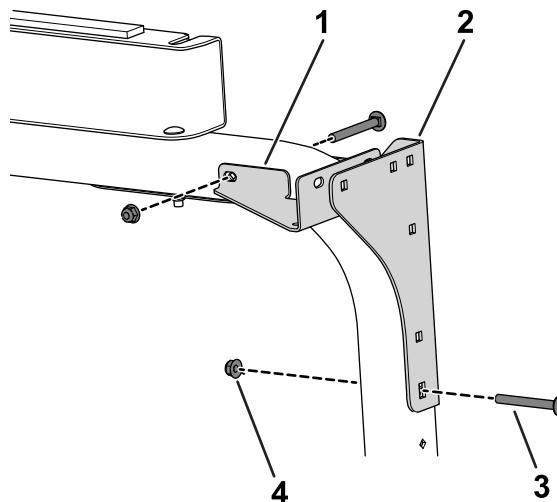

Bild 28
6. Befestigen Sie die hinteren Befestigungshalterungen und die hinteren Eckenverstärkungen mit vier Schlossschrauben (5/16" x 2 3/4") und vier Muttern (5/16") am Überrollbügel (Bild 28).